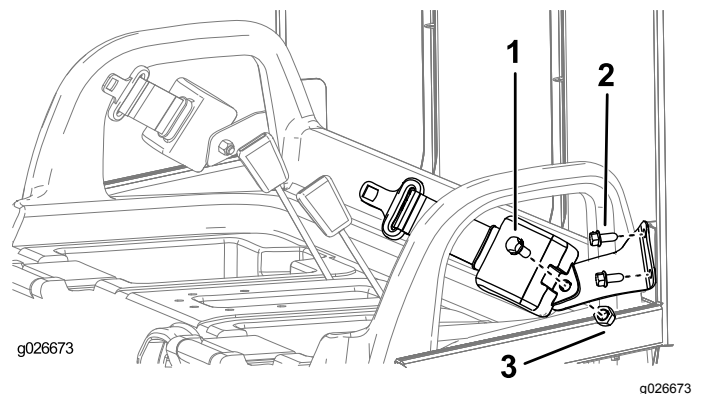

Figure 7
1. Montez un support de ceinture de sécurité sur chacune des pattes du ROPS au moyen de 2 boulons (3/8 po), comme montré à la Figure 7.
3. Fixez l'extrémité rétractable de chaque ceinture de sécurité à chaque support d'ancrage au moyen d'un boulon (7/16 po) et d'un écrou (7/16 po), comme montré à la Figure 7.